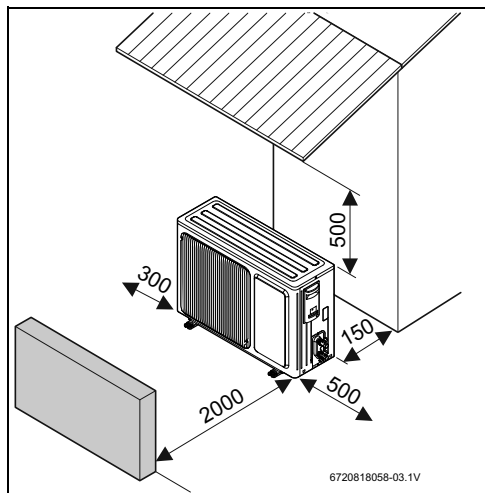

Fig. 10 Distances minimales unité externe
- ▶ Installer l'appareil sur l'emplacement choisi et respecter les distances minimales recommandées (→ fig. 10).
- Respecter les distances minimales recommandées pour assurer le montage des composants hydrauliques, du circuit de réfrigérant ainsi que l'entretien (→ fig. 10).